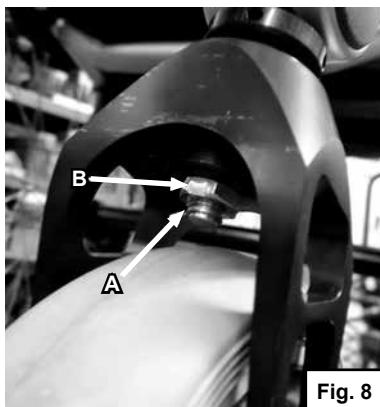

Fig. 8
- Entfernen Sie die Sicherung (A) am unteren Ende der Lenkradachse (Fig. 8).
- Entfernen Sie die Mutter (B) mit einem 13-mm-Gabel- oder Ringschlüssel.
- Zur Montage führen Sie die Anweisungen in der umgekehrten Reihenfolge aus. Beachten Sie das Anzugsmoment der Mutter von 10 Nm (B).